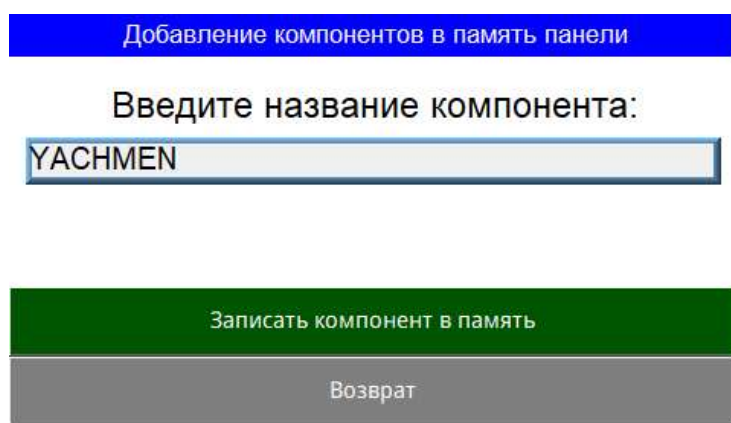

Рисунок 9 – Экран создания нового компонента
11.8.3 Для добавления компонента необходимо нажать сенсорную кнопку «Новый компонент» на экране. После этого произойдет переход на экран создания компонента рисунок 9. На данном экране необходимо вписать название нового компонента в соответствующее окно, затем нажать сенсорную кнопку «Запись компонента в память».